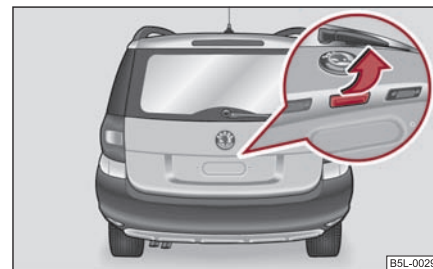

Fig. 44 Mânerul capacului portbagajului
- Apăsați asupra profilului de prindere ⇒ pagina 47, fig. 44 și ridicați simultan capacul portbagajului.